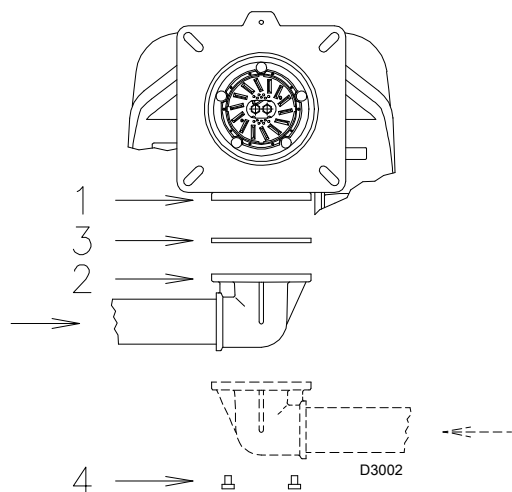

图 28
- 燃气阀组必须通过随附的法兰 2)、垫片 3) 和螺丝 4) 连接到燃气连接附件 1)(图 28) 上。
- 燃气阀组可从燃烧器右侧或左侧安装，视安装便利程度而定，见图 28。